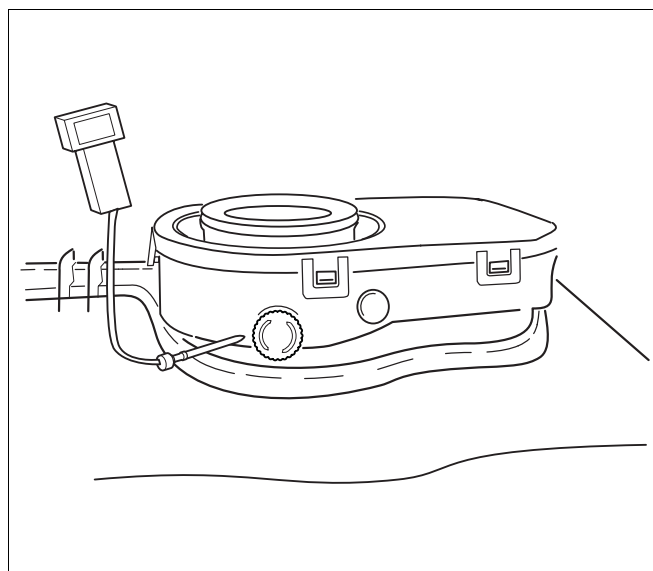

Bild 34 Messstelle für Abgase
- An der Messstelle für Abgase (→ Bild 34) Kohlenmonoxidgehalt messen.